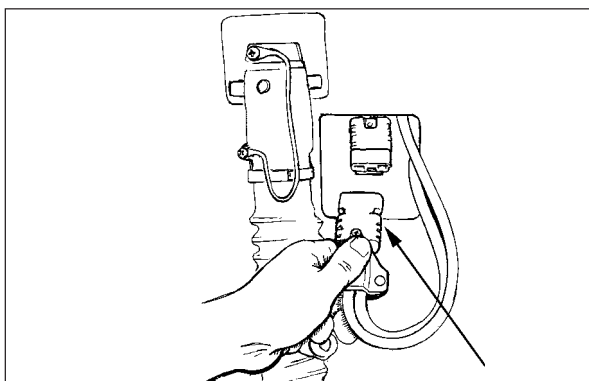

Abb. 9
6. Verbinden Sie die Verbindungsklemme der Batterieeinheit mit der Verbindungsklemme am Bedienpanel. Siehe Abb.9.